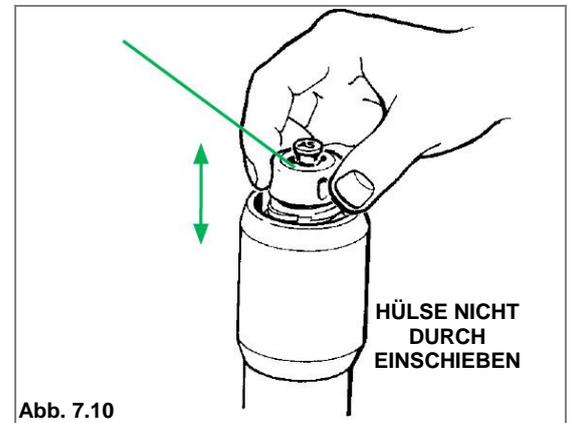

Abb. 7.10
- 5.2 Ziehen Sie den Hülsenauszieher hoch und drücken Sie ihn anschließend wieder herunter (siehe Abb. 7.10)